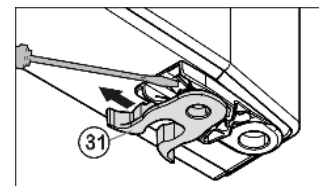

Fig. 11
- ▶ Helyezze át az Fig. 11 (31) rugós szorítót: Nyomja lefelé a reteszt, felette húzza el a rugós szorítót.